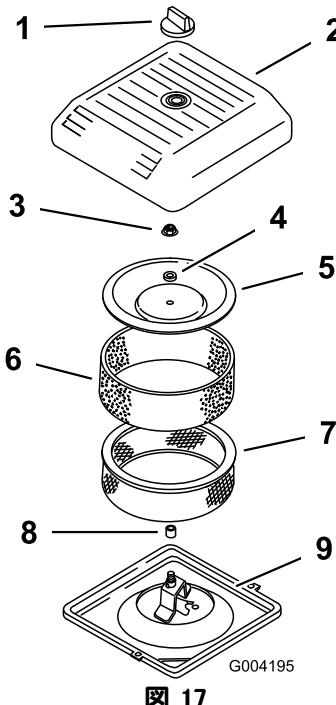

図 17
- エア・クリーナのカバーを固定しているノブを外し、カバーを取り出す(図 17)。
- ペーパー・エレメントについているスポンジ・エレメントを注意深く外す(図 17)。
- カバー・ナットを外し、カバー、スペーサ、ペーパー・エレメントを外す(図 17)。
- エア・クリーナのベースにエア・クリーナ・アセンブリを取り付ける(図 17)。
- カバーとスペーサを元どおりに取り付け、ナットで固定する(図 17)。ナットを 241.30 cm-lb (1.0 kg. m) にトルク締めする。
- エア・クリーナのカバーを元通りに取り付け、ノブで固定する(図 17)。